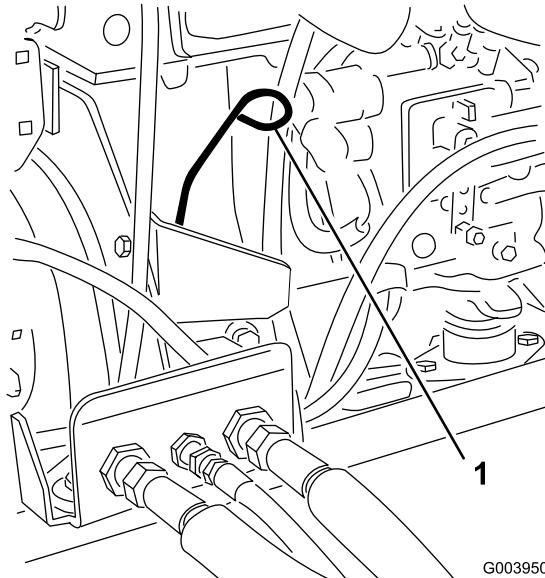

図 30
3. ディップスティックを取り、付いているオイルをウェスで拭きとつてもう一度差し込む(図 30)。